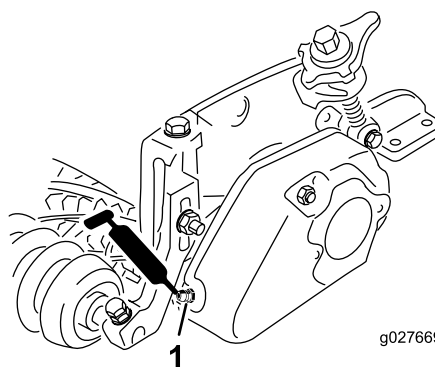
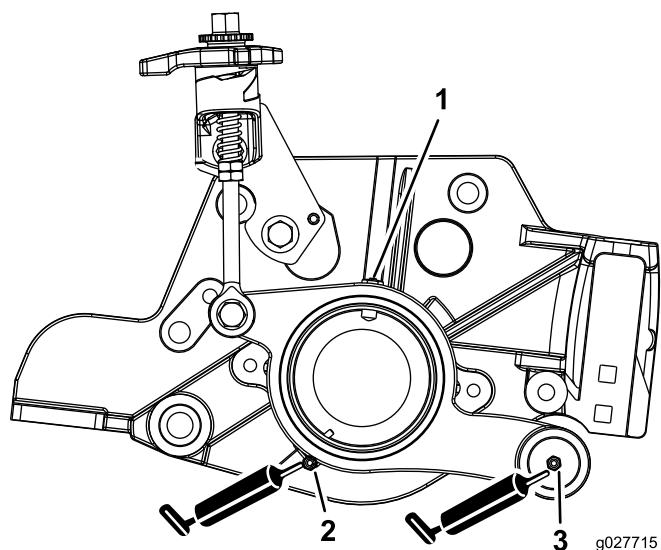

Figura 19
Figura 20
28. Engrase el alojamiento del cojinete del lado del motor del molinete con grasa (Figura 20).
29. Engrase cada uno de los cojinetes del acondicionador (2 o 3 aplicaciones como máximo) (Figura 19 y Figura 20).